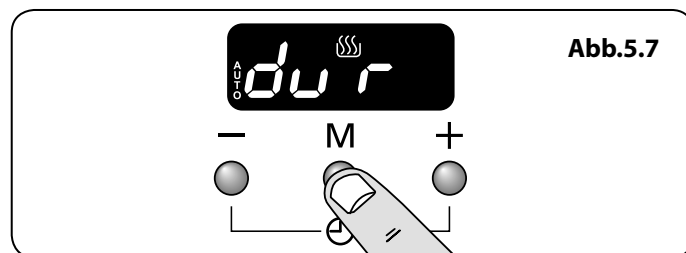

Abb.5.7
1. Drücken Sie die Modustaste [M], bis die Anzeige blinkt: dur (**Abb.5.7**). Stellen Sie anschließend die „Kochdauer“ mithilfe der Tasten [+] und [-] ein.